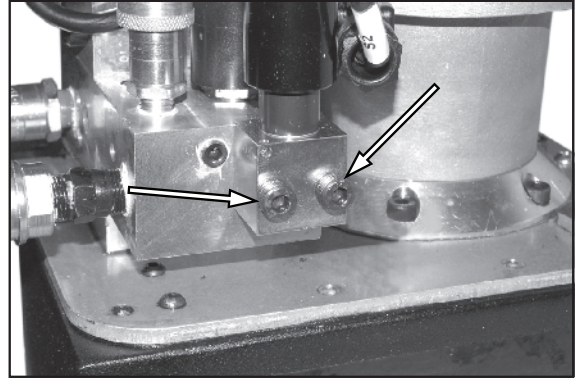

Figura 36.
2. Vedere la Figura 36. Rimuovere i due bulloni della valvola di limitazione della pressione e la valvola.